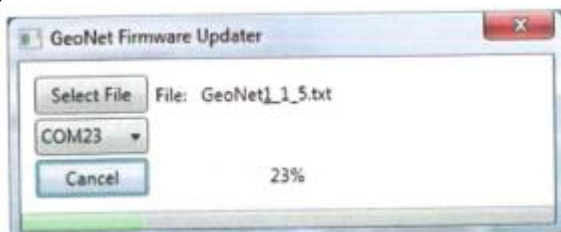

Рисунок 21 – Статус обновления
11. Нажмите кнопку "Программа". Появится строка прогресса и это займет от одной до двух минут (Рисунок 21).